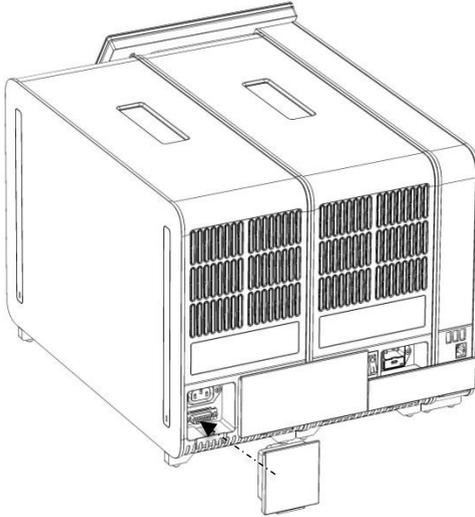

Figure 16. Connexion du pont de fin.
7. Connectez le pont de fin à l'arrière du module analytique (figure 16).